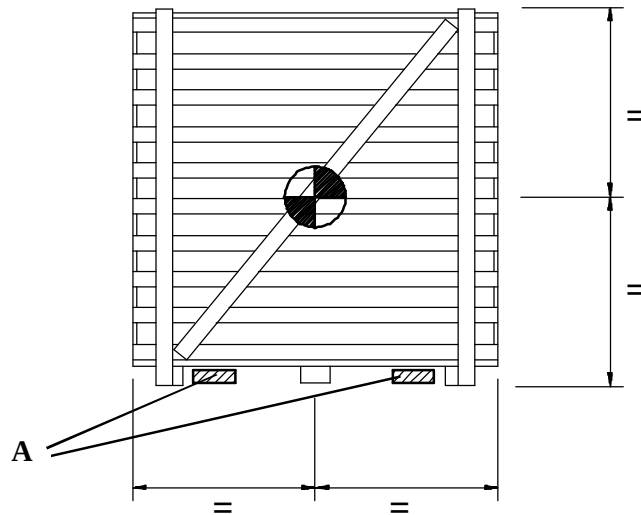

fig. 1
The center of gravity for all models is equidistant of the sides, top and lower of the crate (*fig. 1*).
El centro de gravedad de todos los modelos es equidistante de los laterales del embalaje y de las caras superior e inferior. (*fig. 1*)
Le centre de gravité de tous les modèles est équidistant des carters de l'emballage et des côtés supérieur et inférieur (*fig. 1*)
To move the machine when crated (*fig. 1*), use best a pallet truck, placing the forks (A) between the crating base and the floor, use the maximum width permitted by the crating.
El transporte de la máquina con embalaje (*fig. 1*) se realizará, preferentemente, mediante carretillas elevadoras, introduciendo las palas (A) en el espacio que existe entre la base del embalaje
Le déplacement de la machine avec emballage (*fig. 1*), sera effectué, préférentiellement, par des chariots élévateurs, on introduira les fourches (A) dans l'espace qu'il y a entre la base de